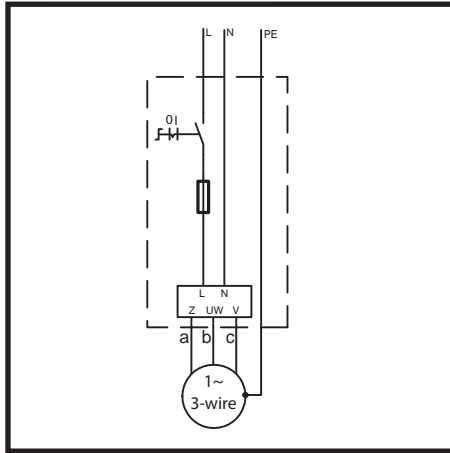

Fig.: 17
3. Conexión a 3 conductores Super Stainless (Fig.: 17)